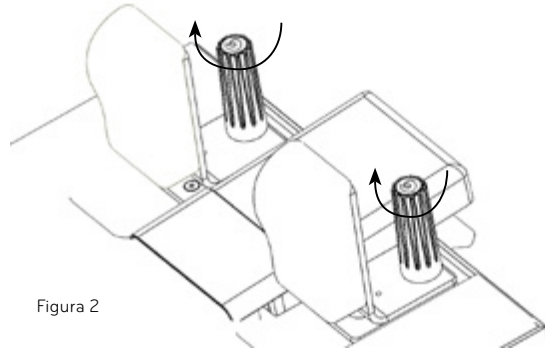

Figura 2
2. Para asegurar las hombreras, girar los pernos en el sentido de las agujas del reloj hasta que queden apretado. Ver la figura 2. Si se aprietan demasiado, puede resultar difícil su extracción. Los pernos deben quedar apretados, pero no demasiado.